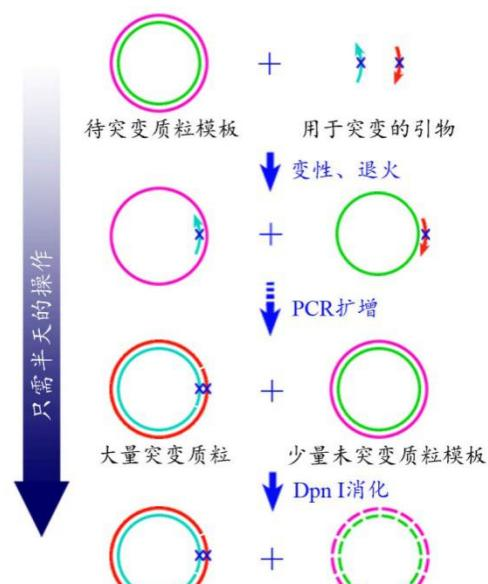

图 1. 基因定点突变试剂盒原理图
- 本试剂盒利用了目前最常用的基因点突变技术，只需通过基于PCR的突变质粒的生成，和基于DpnI的模板质粒的消化，转化培养以及后续的酶切或测序鉴定，即可得到预期的突变质粒(参考图1)。DpnI消化仅需5分钟，累计操作时间约2-3小时即可完成基因的定点突变。
- 参考图1，使用本试剂盒时需要先设计长度通常为25-45个碱基互补的两个引物，在引物中含有预期的突变位点。然后以待突变的质粒为模板，用这两个引物进行PCR扩增反应。这样可以产生含有预期的突变位点的双链质粒，但这个双链质粒中有两个nick位点。待突变的质粒通常来源于DH5α等dam⁺大肠杆菌，在这些dam⁺细菌中质粒会被甲基化修饰，而在体外通过PCR扩增得到的质粒不会被甲基化。这样用特异性识别甲基化位点的酶DpnI处理，可以消化掉待突变的质粒模板，而使通过PCR扩增出来的含有突变位点的质粒被选择性地保留下来。随后把DpnI处理过的产物转化感受态细菌后，突变质粒中的两个nick位点可以被大肠杆菌修复，得到的克隆就会含有预期的突变质粒了。